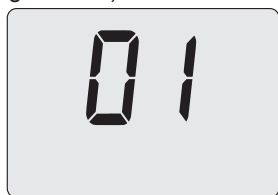

Figura 5.50
- Premendo il tasto 16 (Figura 5.47) sul display LCD appare il valore del parametro P05 (Figura 5.50).